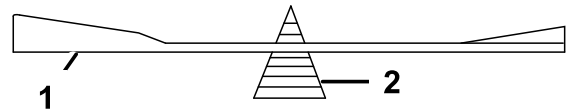

Figure 113
2. Vérifiez l'équilibre de la lame en la plaçant sur un équilibreur (Figure 113).